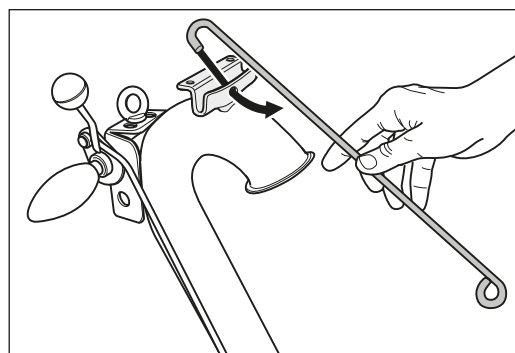

Fig. 5 Accrochez le support pour câble dans le perçage prévu à cette fin.
- 5 Montez le support pour câble sur la console prévue à cette fin sur la face supérieure du tuyau de guidage (fig. 5).